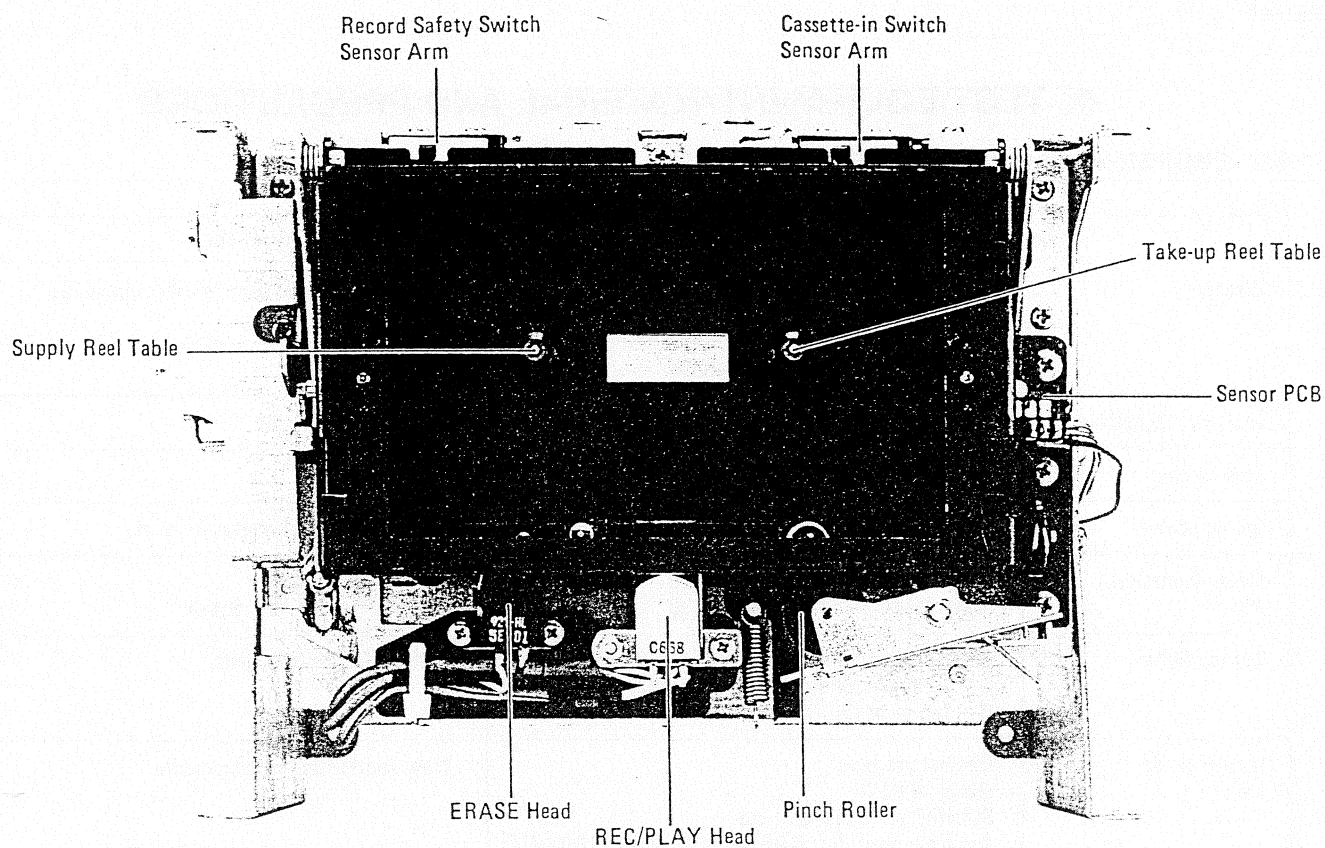
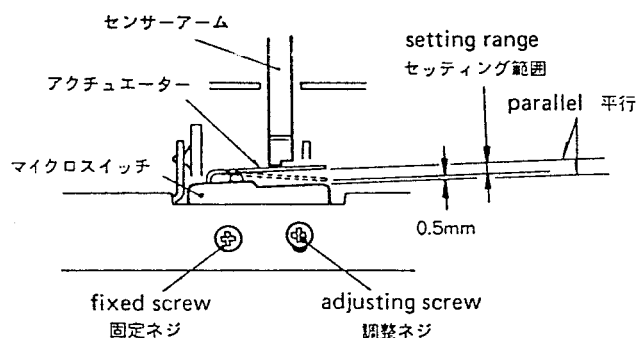

Fig. 3-2
Fig. 5-1
3. Adjust mounting position of the two micro switches, cassette-in switch (S502) and record safety switch (S501) (for switch location, refer to Fig. 3-2, so that the actuator position is in the setting range shown by Fig. 5-1.
3. カセットイン・スイッチ (S502)、録音防止スイッチ (S501) 共 (両スイッチ取付個所は図3-2を参照)、アクチュエータ位置が図5-1のセッティング範囲内になるようにスイッチ取付位置を調整する。